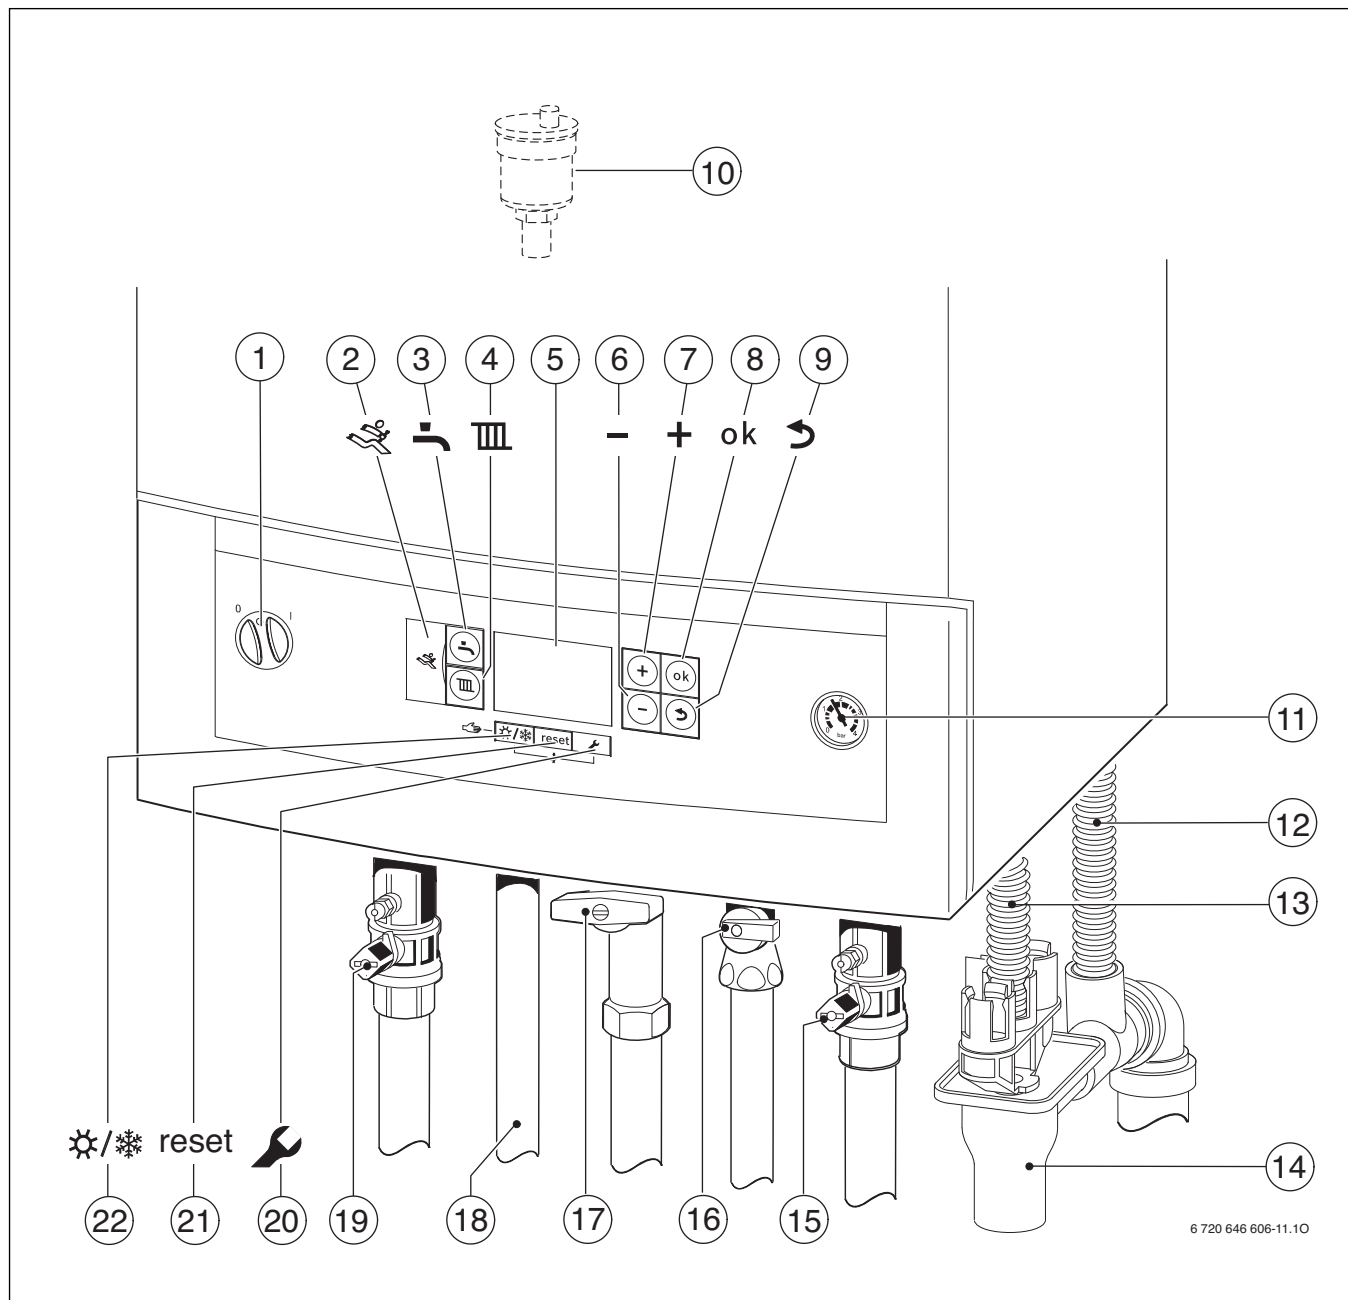

Рис. 20
- ▶ Откройте краны подающей и обратной линий отопления (→ рис. 20, [15] и [19], стр. 24).
- ▶ Для GB072-24K: откройте кран холодной воды (→ рис. 20, [16]).
- ▶ Откройте газовый кран (→ рис. 20, [17]).
- ▶ Откройте и оставьте открытым автоматический воздухоотводчик (→ рис. 20, [10], стр. 24).